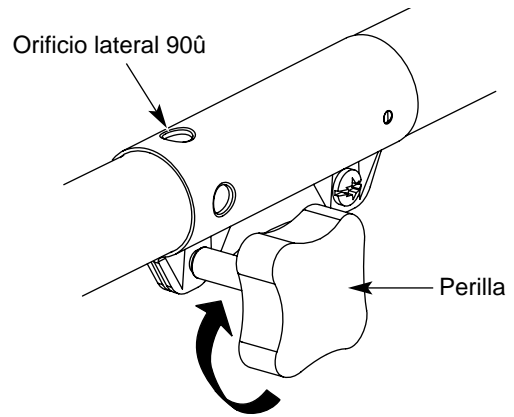

Fig. 8
3. Gire la perilla en sentido horario para ajustarla (Fig. 8).
Para recortar bordes mientras usa el accesorio de corte de cabeza de línea con modelos EZ-Linka, trabe el botón de desconexión en el orificio lateral de 90° (Fig. 8).